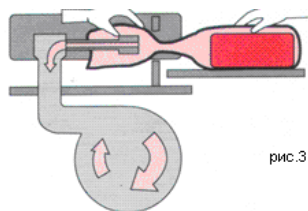

рис.3
-Пакет с продукцией укладывается на специальный поддон машины, и открытая часть пакета надевается на сопло (Рис. 3).